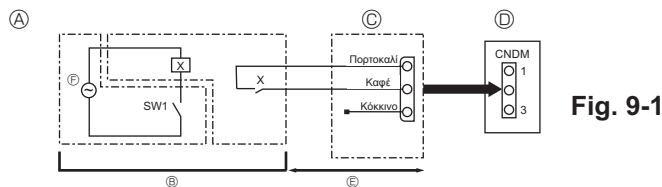

Fig. 9-1
9.1. Λειτουργία με χαμηλότερα επίπεδα θορύβου (επιπότου τροποποίηση) (Fig. 9-1)